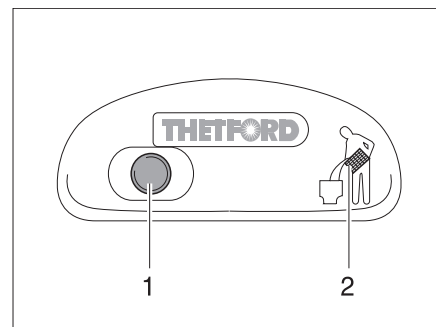

Fig. 101 Pulsante dello sciacquone/spia di controllo toilette Thetford
- Per sciacquare premere il pulsante blu (Fig. 101,1).
Quando la cassetta Thetford è piena e deve venire svuotata, la spia di controllo (Fig. 101,2) si accende.